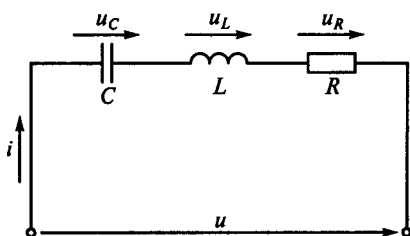

Рис. 115
**3.77.** Каковы действующее значение тока и действующие значения напряжений на отдельных участках электрической цепи, приведенной на рис. 115, если напряжение  $u = 400 + 282 \sin \omega t$ , при частоте  $\omega$  сопротивление  $x_C = x_L = 60$  Ом, а  $R = 40$  Ом? (Указать неправильный ответ.)
**3.78.Р.** Каковы действующие значения тока первой гармоники  $I_1$ , тока третьей гармоники  $I_3$ , полного тока  $I$  и полного напряжения  $U_R$  в цепи на рис. 115, если напряжение  $u = \sqrt{2} \cdot 400 \sin(\omega t + \psi_1) + \sqrt{2} \cdot 180 \sin(3\omega t + \psi_2)$ , при частоте  $3\omega$  сопротивление  $x_{C3} = x_{L3} = 30$  Ом, а  $R = 60$  Ом? (Указать неправильный ответ.)